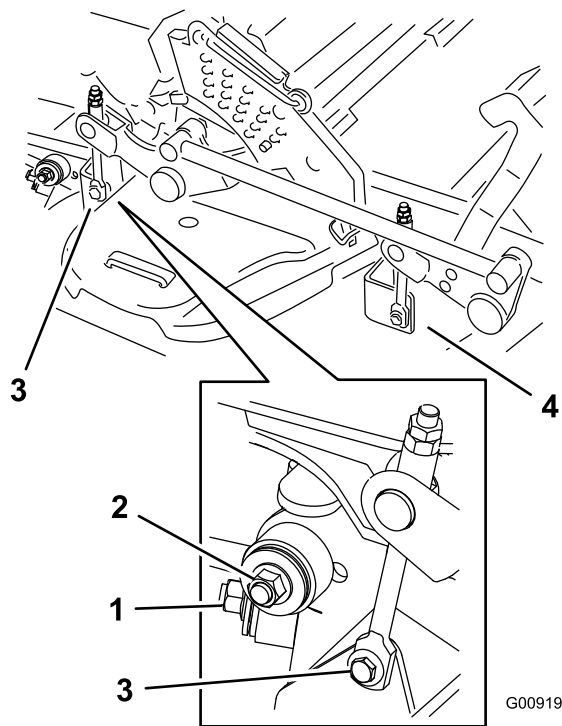

Figura 105
7. Rimuovete e conservate la bulloneria su ambo i lati del piatto di taglio come mostrato in (Figura 105).